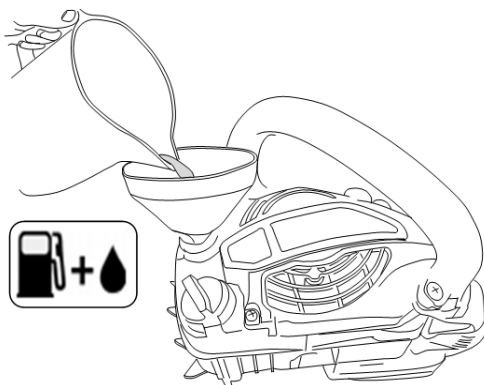

Abb. 11
3) Führen Sie das Anmischen und Nachfüllen des Kraftstoffs immer nur im Freien durch (Abb. 11).